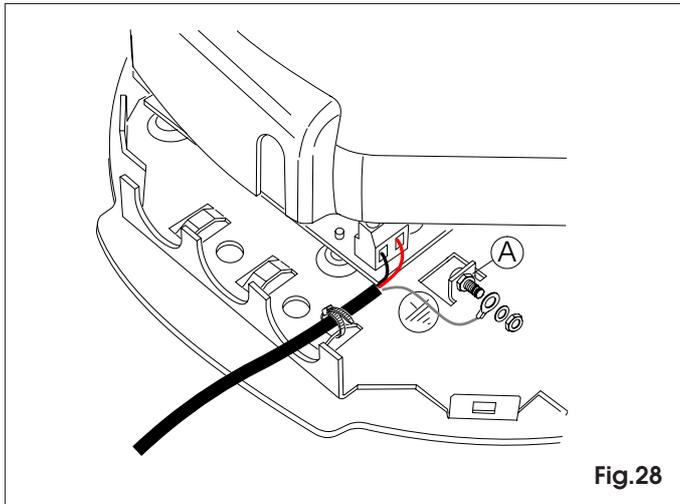

Fig.28
9.2 Inserire la vite nella apposita sede e serrare con rosetta più dado (fig.28 rif.A).